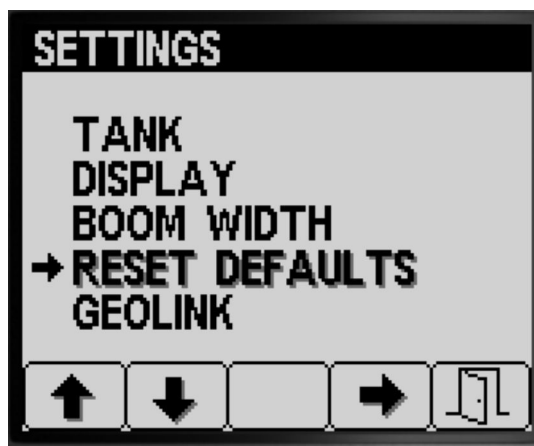

Figure 34
1. Appuyez sur le bouton 2 de l'écran **RÉGLAGES** jusqu'à ce l'option **RETOUR RÉGLAGES D'USINE** soit atteinte (Figure 34).
2. Appuyez sur le bouton 4 pour sélectionner l'option **RETOUR RÉGLAGES D'USINE** (Figure 34).